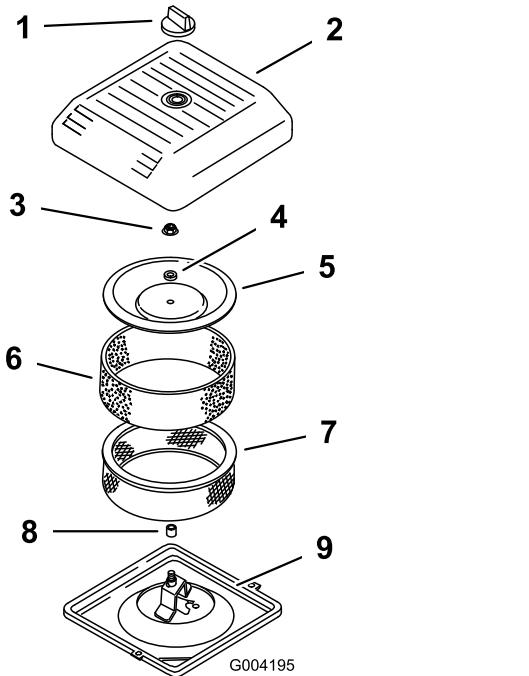

图 155
3. 拧下旋钮并取下空气滤清器盖 **图 155**。
4. 小心将泡沫预滤器滑出纸质滤芯 **图 155**。
5. 拧下护罩螺母并取下护罩、隔片和纸质过滤器 **图 155**。